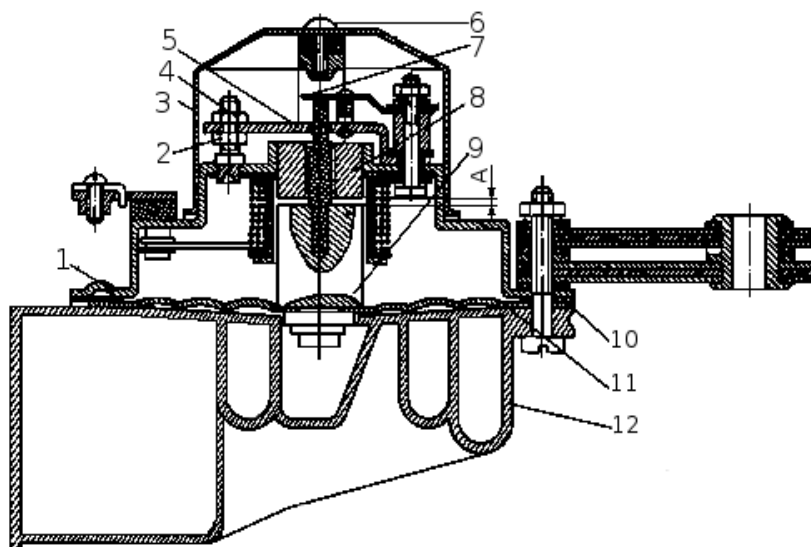

Рисунок 3.11 – Звуковой сигнал
Звуковой сигнал (рис. 3.11) состоит из корпуса (3), сердечника с обмоткой (8), стальной мембраны (5), якоря (7) и прерывателя.